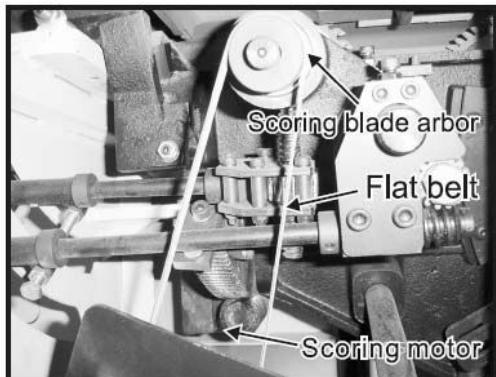

Fig. 31
2. Наденьте на вал подрезной пилы плоский ремень (см. рис. 31), приподнимите электродвигатель подрезной пилы и протяните ремень на ее шкив. (Опция)